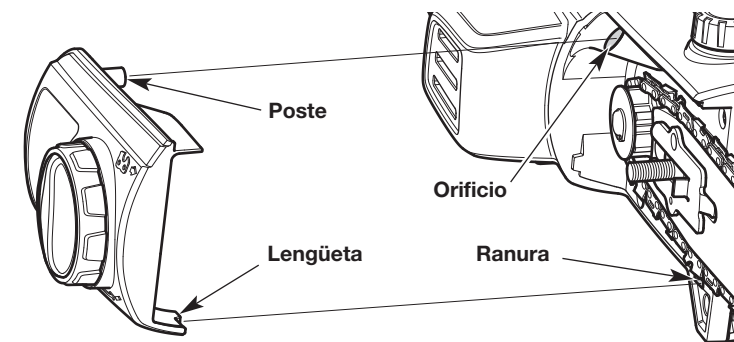

Fig. 27
6. Coloque la cubierta de la barra en la carcasa del motor. Verifique que la lengüeta que está en la cubierta de la barra quede bien apoyada en la ranura que está en el alojamiento del motor (Fig. 27). Verifique que el poste de la cubierta de la barra esté bien colocado en el orificio que está en el alojamiento del motor (Fig. 27).